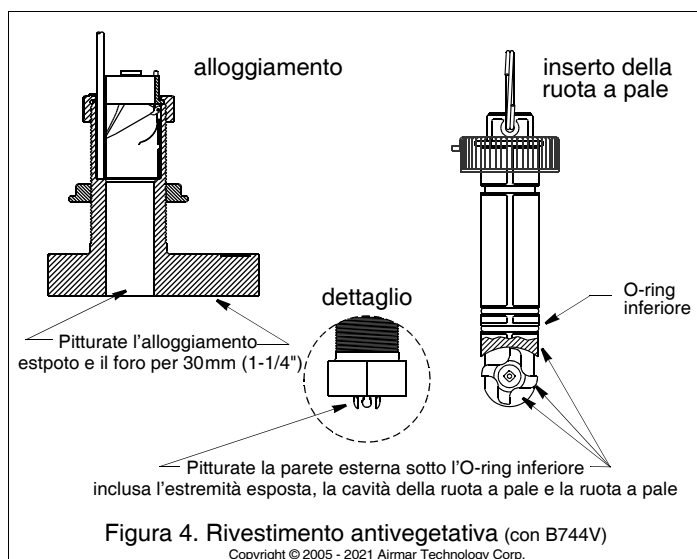

Figura 4. Rivestimento antivegetativo (con B744V)
**B744V/VL**—Rivestire le seguenti superfici (Figura 4).